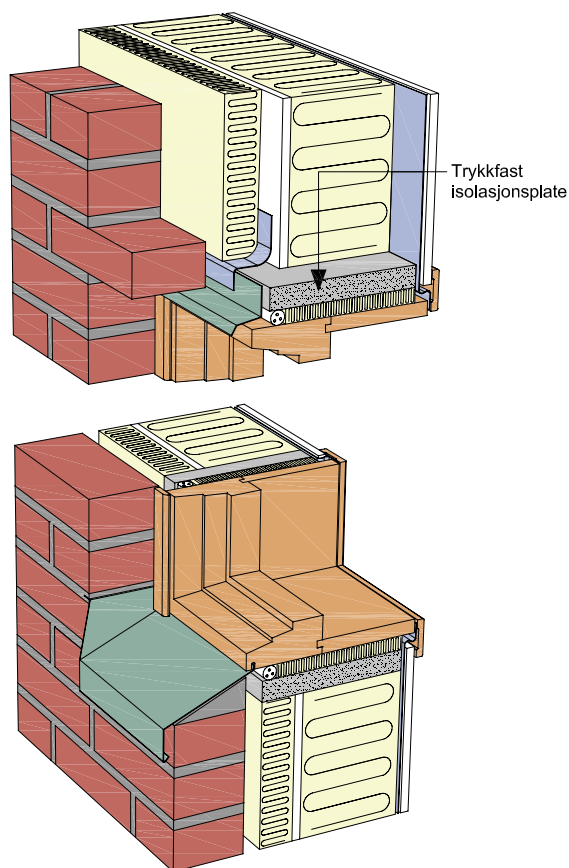

Fig. 7.6f. Vindusinnsetting.
- for å bedre varmeisoleringen kan vindu festes i en trykkfast isolasjonsplate, f.eks Purenit isoleringsplater, som benyttes som blindkarm, vist i fig. 7.6f.
- det kan også som vist i fig. 7.6f benyttes en trykkfast isolasjonsplate, f.eks. Purenit isoleringsplater som blindkarm.